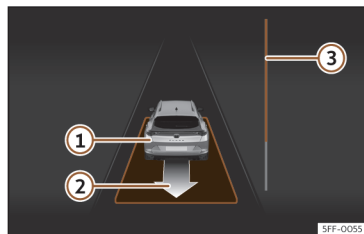

Fig. 194 No ecrã do painel de instrumentos: sair do estacionamento de um lugar em linha.
• Retroceda até soar o sinal contínuo do ParkPilot; **OU:** faça marcha-atrás até aparecer a indicação de fazer marcha à frente no ecrã do painel de instrumentos. A barra de progresso **»»** **Fig. 194** **③** indica a distância a percorrer **»»** **Página 297.**